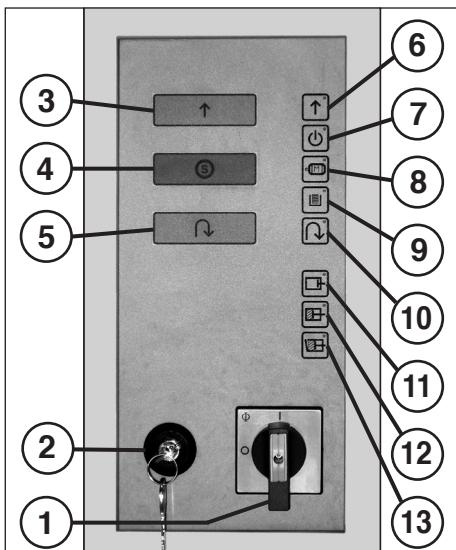

Fig. 5
- Desbloquear a ripa de emergência-desligação (14) na mesa da trituradora (puxar a ripa para fora), e ligar o interruptor principal (1) (posição "1").
- Desbloquear o interruptor de bloqueio (2), e accionar o botão de pressão "Marcha de avanço do mecanismo de corte" (3) (fig. 5).
ELEMENTOS DE MANEJO (fig. 5, 6):
1 = Interruptor principal (emergência-desligação) (fig. 5)
2 = Interruptor de bloqueio (fig. 5)